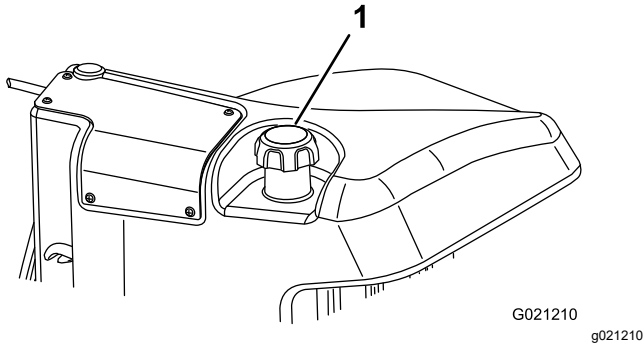

Figure 49
3. Retirez le bouchon du réservoir de carburant (Figure 49).